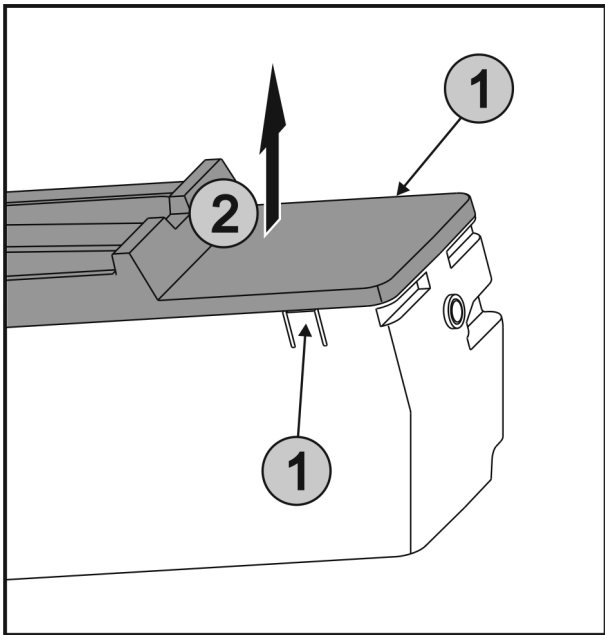

Fig. 31
- ▶ Натиснете едновременно езичетата Fig. 31 (1) от двете страни на EasyTwist-Ice и свалете капака Fig. 31 (2) нагоре.